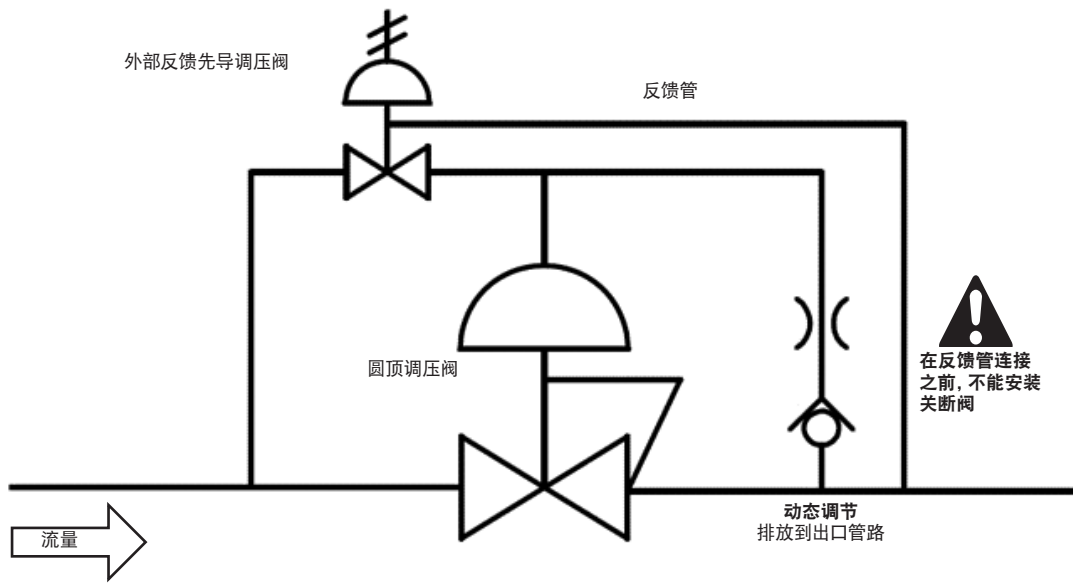

图 3
- **外部反馈至先导控制**。在此设置中，可将外部反馈管路从调压阀出口管路连接至整体式先导调压阀（图 3）。这将使压力调节更加精确和稳定，并改善衰减性能。理想情况下，外部反馈管路应连接到下游管道的无湍流区，并尽可能缩短。调压阀出口与外部反馈管路连接之间的距离会影响调压阀的响应时间。这个距离应该尽量保持较短。